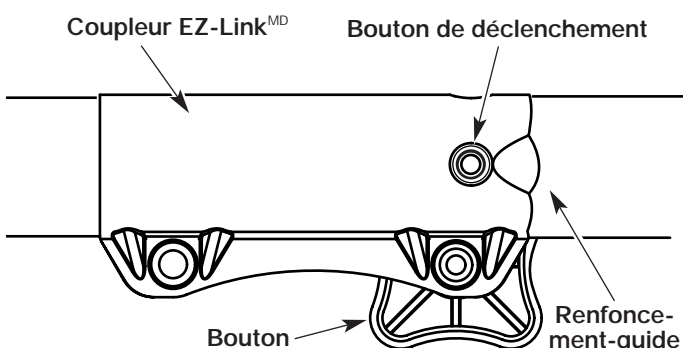

Fig. 6
1. Dévissez le bouton vers la gauche (Fig. 6).
2. Appuyez sur le bouton de déclenchement et maintenez-le enfoncé (Fig. 6).
**NOTE :** aligner le bouton de déclenchement avec le renforcement-guide facilitera l'installation (Fig. 6).